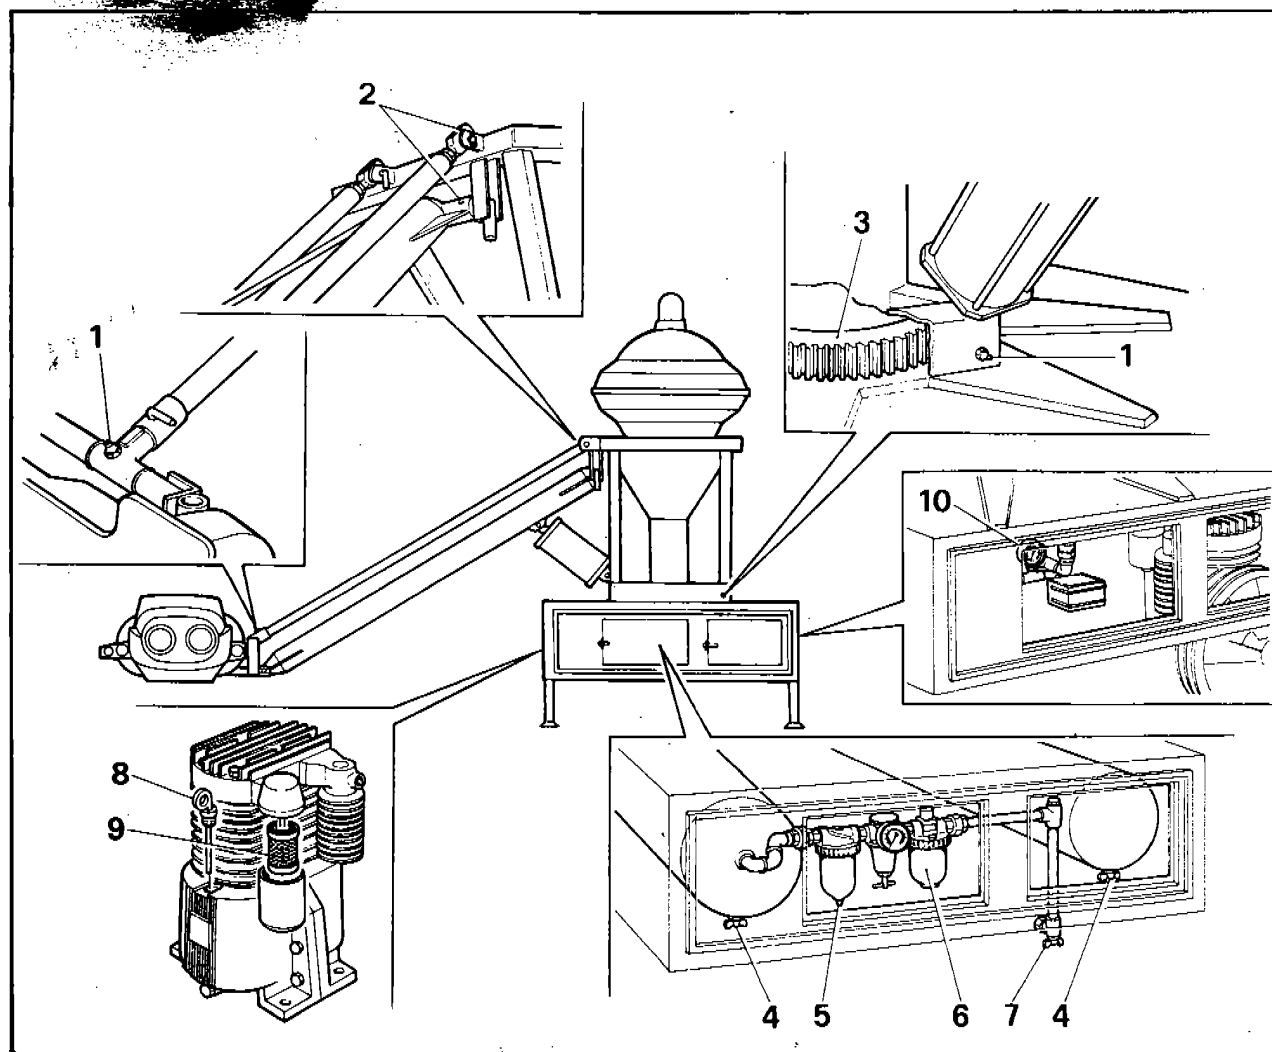

Fig. 4
- Grease points (1 - Fig. 4) and oil points 2/3 Fig. 4.
- Close drain faucets (4 Fig. 4) located beneath each tank and tap (7 Fig. 4) located on the air piping.
- Ingrassare i punti (1 - Fig. 4) ed oliare i punti 2/3 Fig. 4.
- Chiudere i rubinetti (4 Fig. 4) di scarico condensa, posizionati sotto ciascun serbatoio, e il rubinetto (7 Fig. 4) posizionato sul circuito di distribuzione aria.
d) Check the oil level by dipstick (8 Fig. 4) and follow the directions in Maintenance section, chapt. «Compressor - Lubrication».
e) Check the oil level in the oiler (6 Fig. 4). Also verify that two drops of oil fall into the circuit every time the cars are simultaneously lifted at (90 Lbs/Sq. In.) pressure. If necessary adjust the oiler as per Maintenance Section, chapt. «Oiler adjustment».
f) Check the air filter (9 Fig. 4) according to directions in Maintenance Section chapt. «Suction filter and faucet».
g) A wait until that pressure gauge (10 Fig. 4) shows at least (90 lbs/Sq. In.) pressure.
- c) Drain condensate off, tightening the screw on the bottom of the drain filter assembly (5 Fig. 4).
d) Controllare il livello olio compressore con l'apposita astina (8 Fig. 4) seguendo le istruzioni descritte nella Sezione Manutenzione capitolo «Lubrificazione compressore»
e) Controllare il livello olio nell'oliatore (6 Fig. 4). Controllare inoltre che nel circuito aria cadano due gocce d'olio ogni volta che tutti i soggetti vengono alzati contemporaneamente, alla pressione di 6 atm. Se necessario, procedere alla regolazione dell'oliatore come descritto alla Sezione Manutenzione capitolo «Regolazione del lubrificatore».
f) Controllare il filtro aria (9 Fig. 4) seguendo le istruzioni descritte nella sezione Manutenzione capitolo compressore «Filtro di aspirazione e scarico condensa».
g) Attendere che il manometro (10 Fig. 4) segna una pressione di almeno 6 Atm.
- c) Scaricare la condensa avvitando la vite che si trova in fondo alla tazza del gruppo filtro scarico condensa (5 Fig. 4).
Dirty air-intake filter: clean the inside filter (9 Fig. 4) carefully after having taken off the clamping nut.